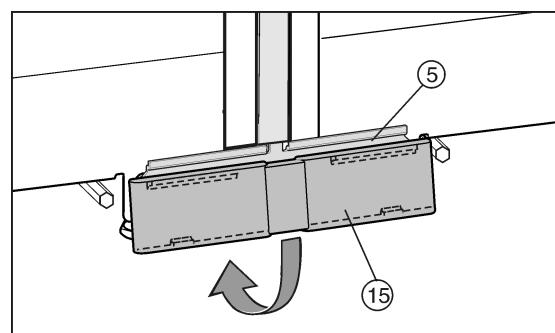

Fig. 29
- ▶ Mettre en place le cache Fig. 29 (15) inférieur par le haut sur la tôle de jonction Fig. 29 (5) et le faire encliquer en bas.